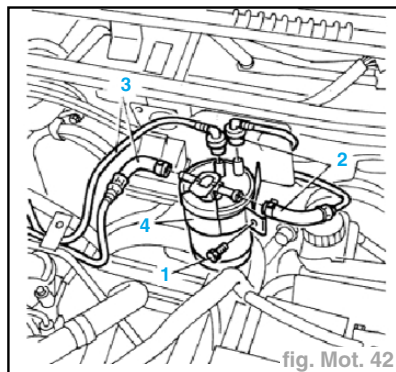

fig. Mot. 42
- Dévisser la vis (1) de fixation de l'étrier de retenue du filtre (fig. Mot. 42).